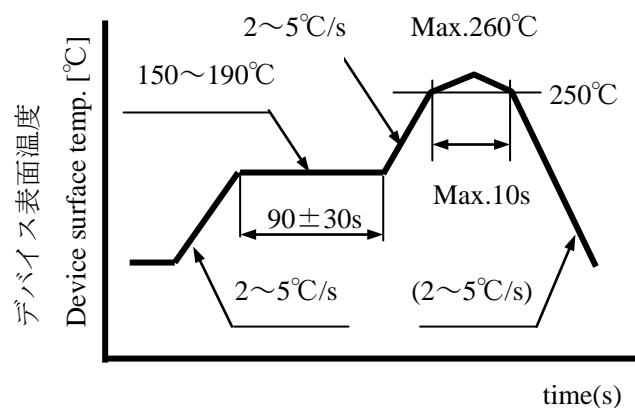

Fig.1 Reflow soldering recommended temperature profile
(2)リフローソルダリング Reflow soldering	推奨温度プロファイル例（fig.1）参照願います。 *デバイス表面温度はMax.260° Cでリフロー回数は3回までとしてください。 (Refer to Fig1 for an example of recommended temperature profile. *Device surface temp. is allowed Max.260° C and 3 times.)